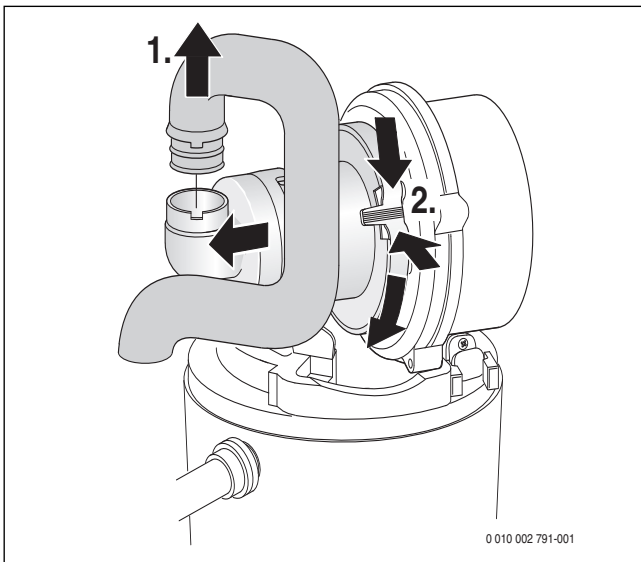

Bild 262 Saugrohr und Mischeinrichtung ausbauen
- ▶ Mischeinrichtung nach Bild 262 ausbauen.